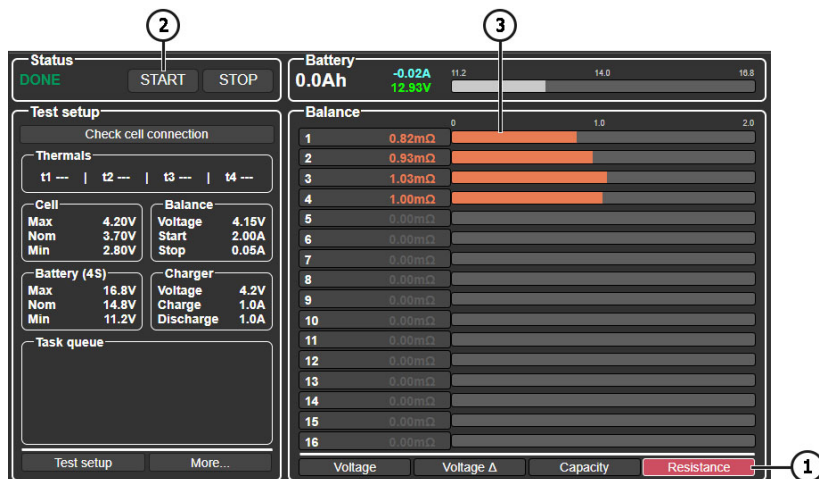

Figura 20
- 3. En el menú principal, seleccione el modo de visualización de los valores de resistencia interna pulsando el botón «Resistance» (ver Figura 20).
- 4. Para iniciar la prueba, pulse el botón «Start» en el menú principal (ver posición 2 en la Figura 20). En unos segundos se mostrarán los resultados de las mediciones (ver posición 3 en la Figura 20).